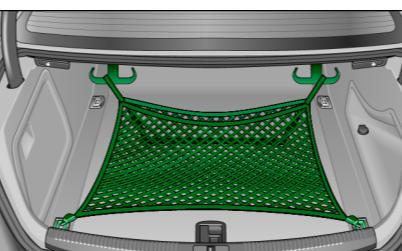

图 84 行李箱：行李箱上方的行李网
- 把行李网的钩子挂到后围地板处的固定环上 ⇒ 第 62 页，图 84。
固定钩 ⇒ 第 62 页，图 84 还可以用来挂提包和袋子等。